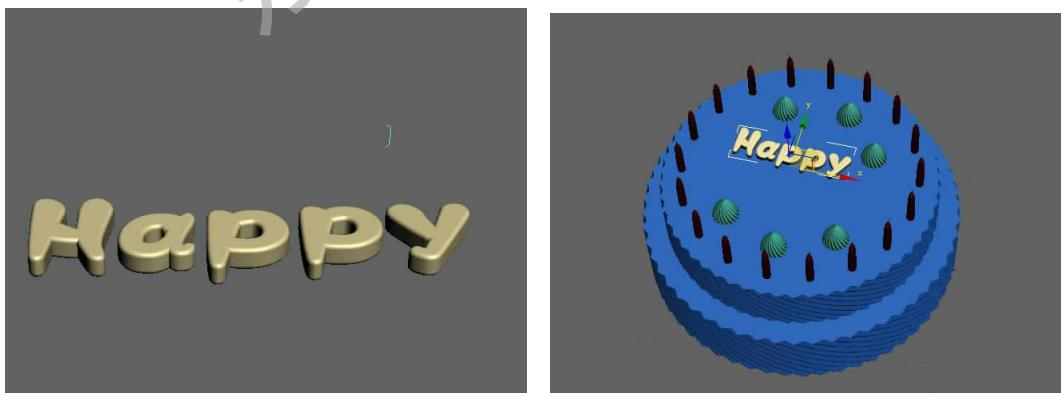

图 2-76 生成倒角剖面
Step 20. 选择文本“Happy”，在修改面板中选择“剖面倒角”修改器，点击“拾取剖面”按钮，拾取已绘制好的剖面，并放置到相应的位置，如图 2-76 所示。